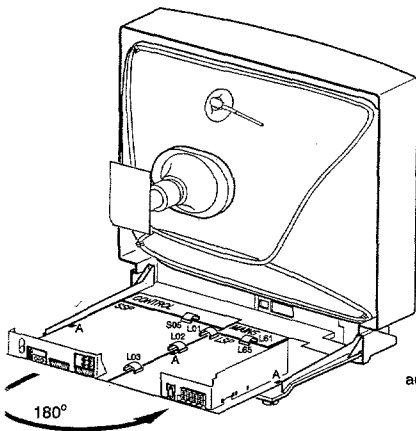

Fig. 1
Disconnect the connections L01, L02 and L03 between the LSP and SSP (see figure 1).
- Lösen Sie die Verbindungen L01, L02 und L03 zwischen den LSP und SSP (siehe Abb. 1).